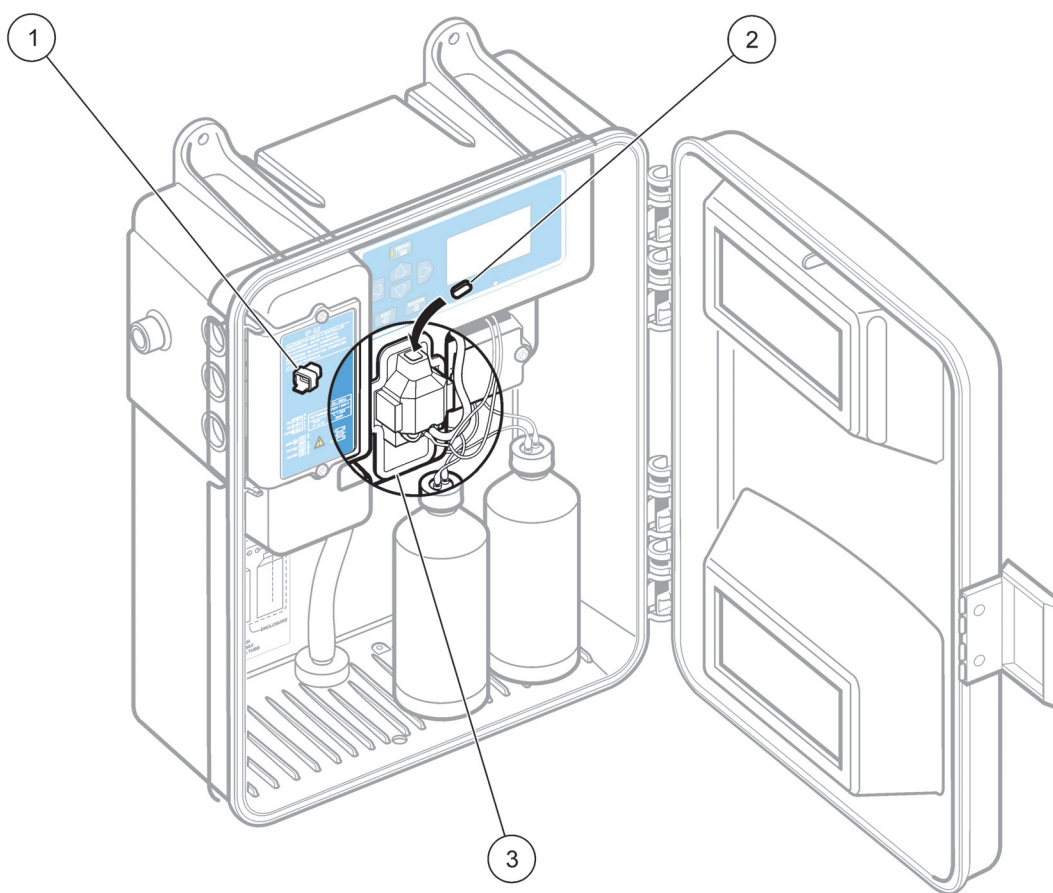

Рисунок 19 Установка перемешивающего магнита
2. Опустите магнит в отверстие. См. Рисунок 19. Он должен остаться на дне измерительной ячейки.